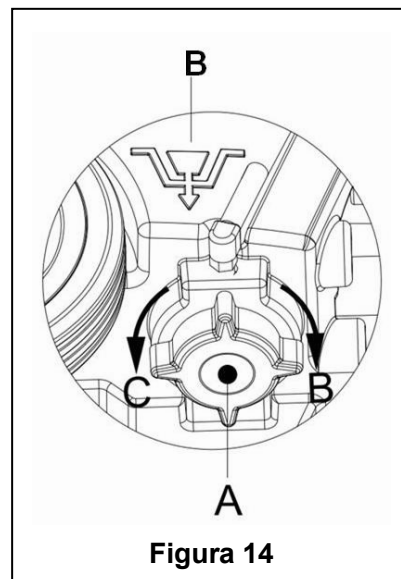

Figura 14
7. Așa cum se arată în Figura 14, deschideți capacul rezervorului de soluție (A) pe direcția contrară acelor de ceasornic C, și goliți complet rezervorul de soluție. Folosiți apă curată pentru spălarea rezervorului. Când operațiunea s-a terminat, închideți bine prin rotire capacul rezervorului de soluție (A) în direcția B, a acelor de ceasornic.